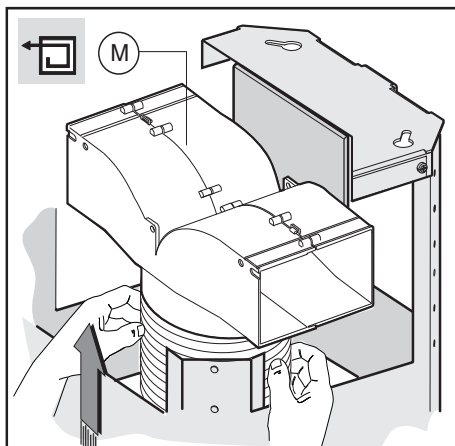
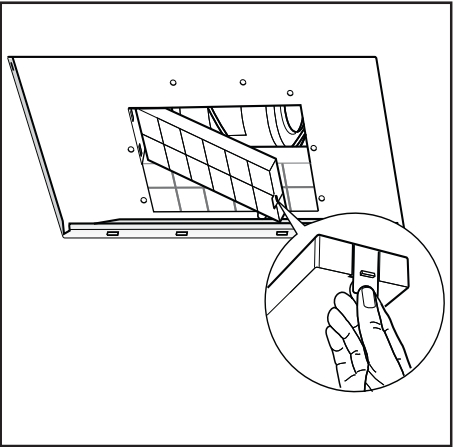

Fig.10
Fig.20
- **Versão filtrante:** conectar o tubo flexível ao deflector **M** como indicado na (Fig. 10), os filtros de carvão ativo terão de ser aplicados no conjunto de aspiração alojado no interior do exaustor (Fig.20).